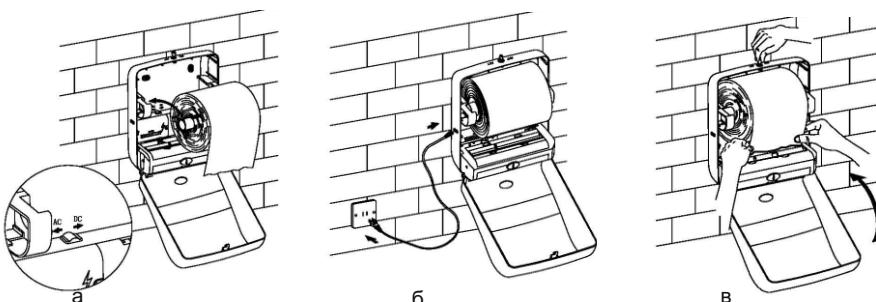

Рисунок 2
3. Поместите рулон бумаги на фиксирующую рамку диспенсера, переведите регулятор в положение AC (Рисунок 2а).
4. Вставьте штекер в диспенсер, подключите электрический шнур в розетку (Рисунок 2б).
5. Поместите бумагу листом по направлению к выпускному отверстию диспенсера. Устройство автоматически определит наличие бумаги и будет готово к использованию (Рисунок 2в).